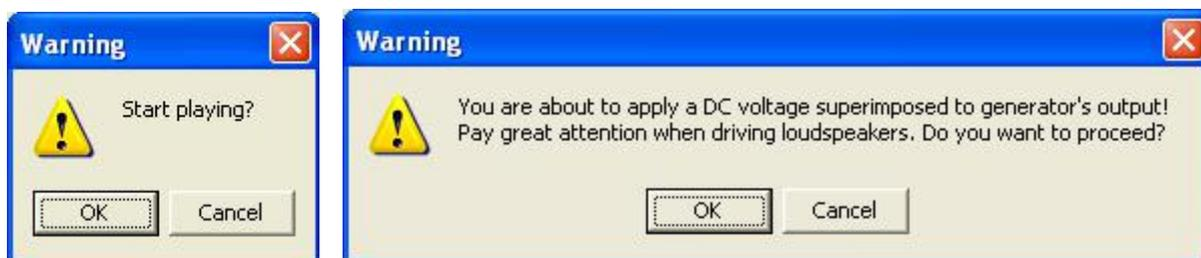

图4-6
- 5) 如果您希望在开始测试之前，系统弹出如图4-6的测试确认对话警示框，只需要在系统选项，信号发生器播放提示选项选中即可。